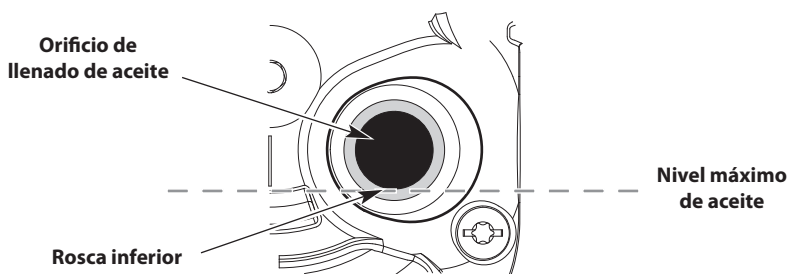

Fig. 24
5. Observe el interior del orificio de llenado de aceite; use una linterna si es necesario. **El nivel de aceite sólo debe tocar la rosca inferior del orificio de llenado de aceite** (Fig. 24).